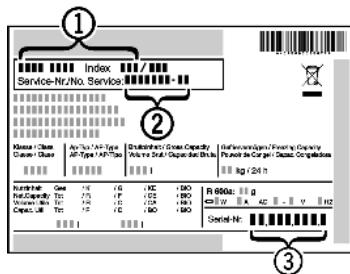

Fig. 6
- Прочетете от идентификационната табелка описанietо на уреда Fig. 6 (1), сервизния № Fig. 6 (2) и серийния № Fig. 6 (3). Идентификационната табелка се намира на лявата вътрешна стена на уреда.
- Обадете се на сервизната служба и посочете неизправността, описанietо на уреда Fig. 6 (1), сервизния № Fig. 6 (2) и серийния № Fig. 6 (3).